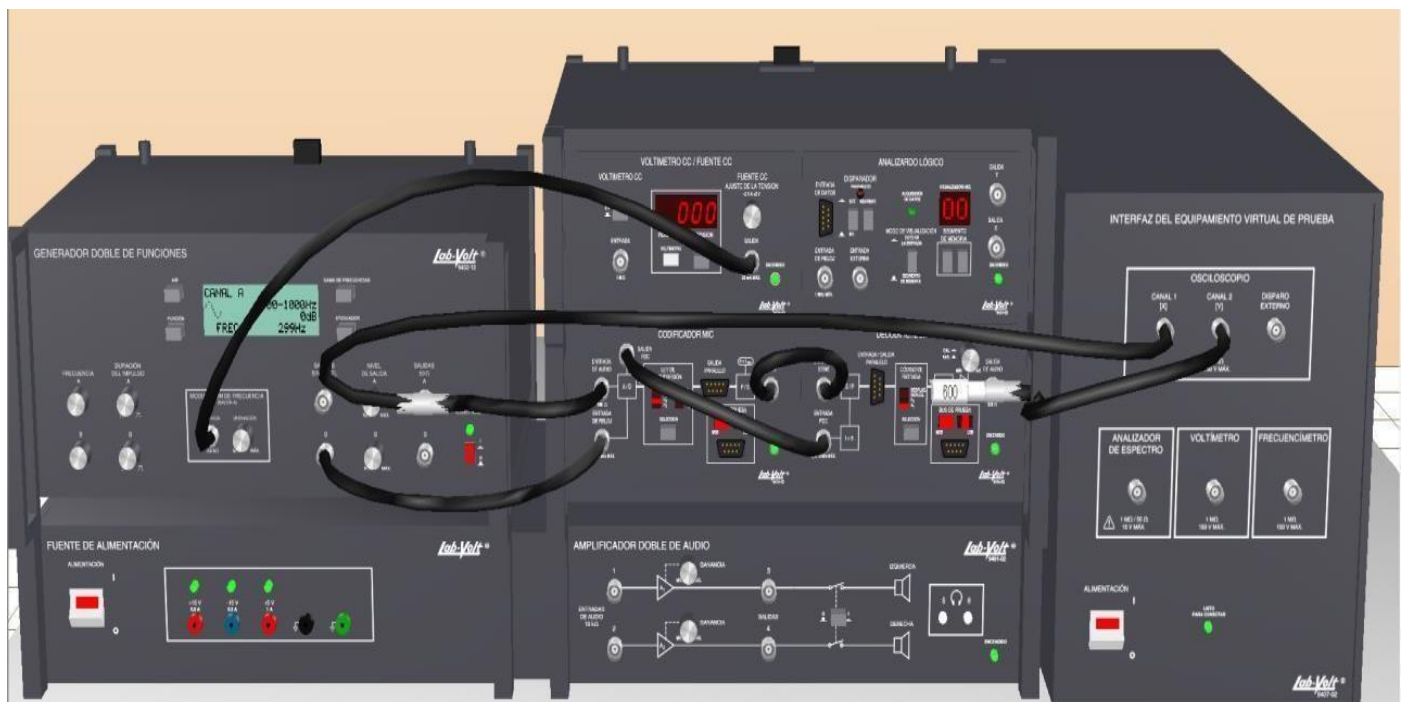

Figura 5.6 Conexiones en software
1. Realice las conexiones de la figura 5.6 y los siguientes ajustes: